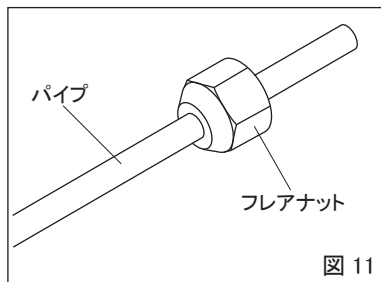

図 11
(1) パイプクランプ
- ① パイプと同じサイズのフレアナットをパイプに通してください(図11)。